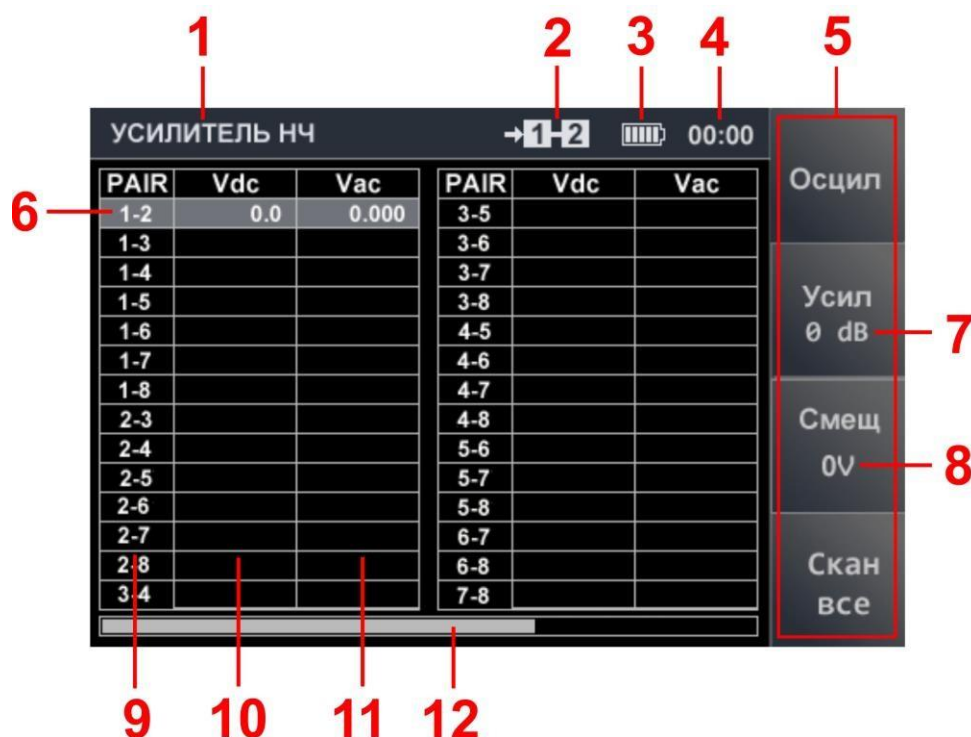

Рис.37
После включения канала на экране отображается основное меню (рис.37).
Цифрами на рис.37 обозначено:
2. С помощью кнопок     установить требуемое значение усиления в dB (0, 5, 10, 20, 30, 40, 50, 60), которое отобразится на индикаторе (рис.37, п.7).
2. С помощью кнопок     установить значение напряжения смещения (от -26 В до +26 В с шагом 2 В). Установленное значение отображается на индикаторе (рис.37, п.8).